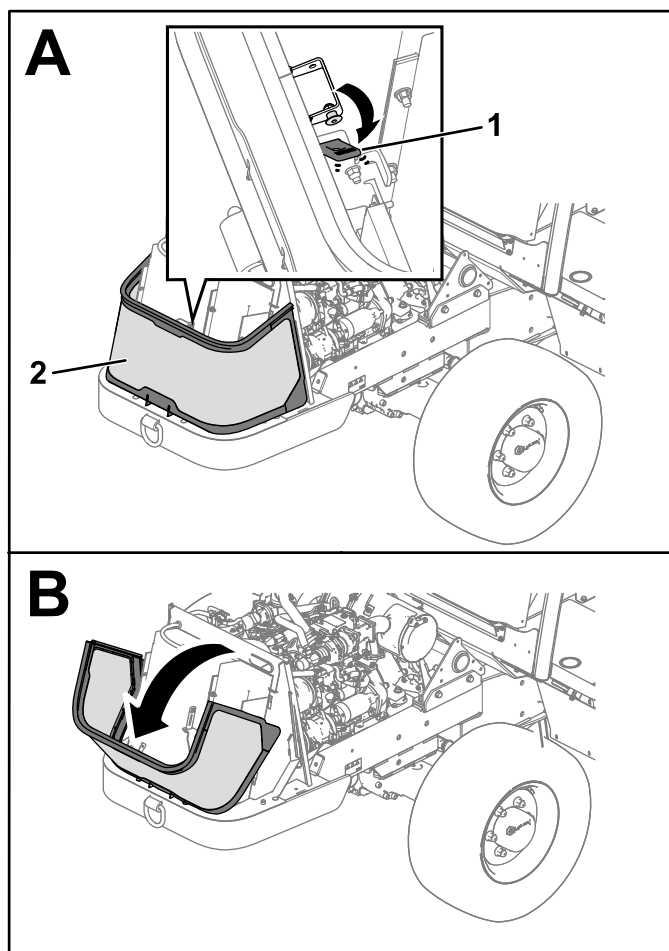

Рисунок 119
- Опустите переднюю решетку, освободив фиксаторы, которые удерживают ее на месте (Рисунок 119).